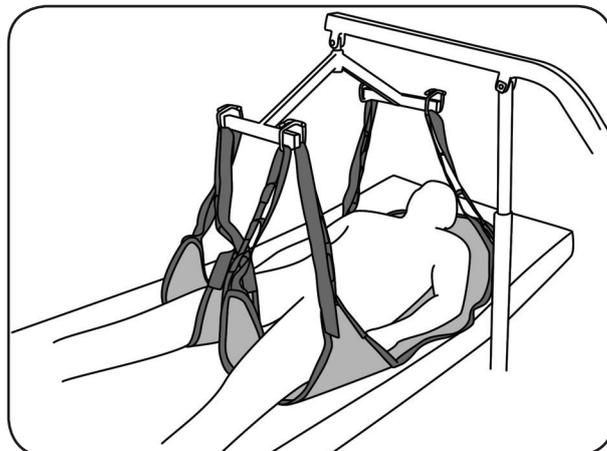

Abb. 8.2.03 – Anheben des Patienten
9. Positionieren Sie den Transportbügel entsprechend dem Kapitel **Transportbügel**. Die Position des Transportbügels in Abb. 8.2.03 ermöglicht den Transport des Patienten in liegender Position.
12. Heben Sie den Patienten mit dem aks-Patientenlifter an (Abb. 8.2.03). Beobachten Sie dabei den Patienten und die Straffung des Liftergurtes. Korrigieren Sie gegebenenfalls den Sitz des Liftergurtes durch erneutes Ablassen des Patienten und Verschieben der ungünstig sitzenden Teile des Liftergurtes. Beobachten Sie während des gesamten Hebevorganges ständig den Patienten und den Sitz des Liftergurtes. Heben Sie den Patienten nur so hoch wie nötig.